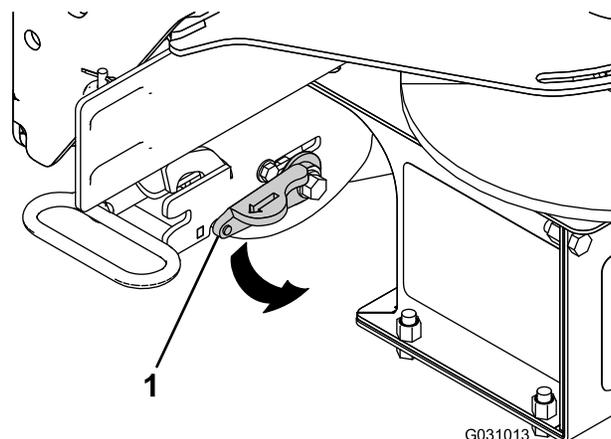

Figure 10
- Faites tourner le levier de verrouillage sur la fixation RT3 jusqu'à la position de VERROUILLAGE (Figure 10).